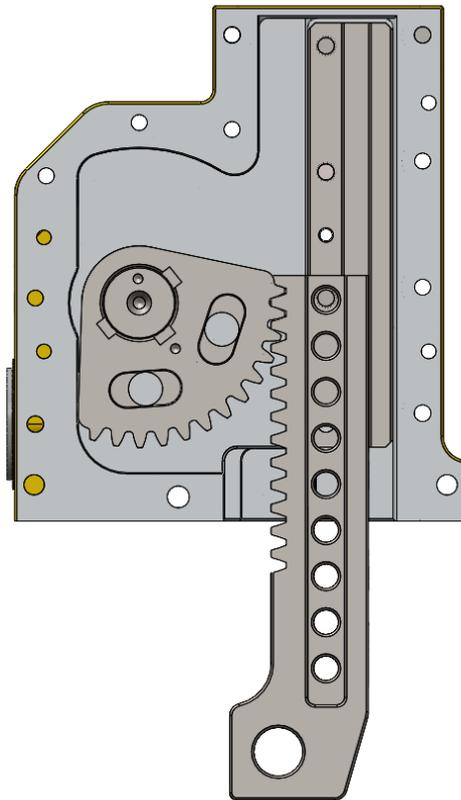

Figura 11
- g. Gire o pinhão no sentido horário até o limite do bloco, encaixe a cremalheira de forma que o primeiro dente da cremalheira (1-4/4) fique sobreposto ao primeiro dente do pinhão, conforme a *Figura 11*.